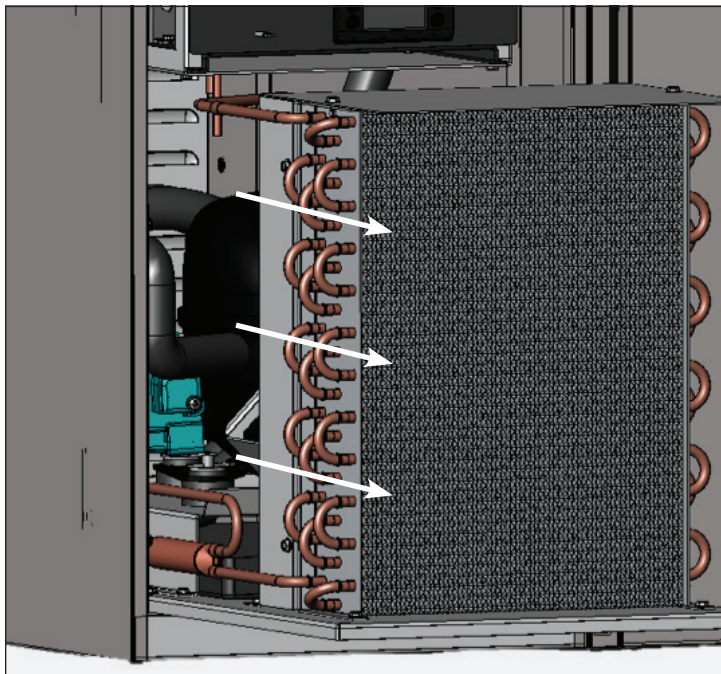

Fig. 7. Deslice con cuidado la unidad de condensación hacia afuera.
8. Deslice con cuidado la unidad de condensación hacia afuera (las conexiones de los tubos son flexibles). Véase la fig. 7. Sople ligeramente aire comprimido o CO₂ a través del serpentín hasta que esté limpio.